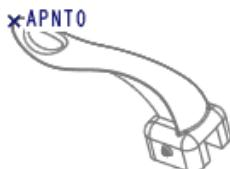

图 6.7 基准点 APNT0
Step2. 创建图 6.7 所示的基准点 APNT0。
- (1) 单击 **模具** 功能选项卡 **基准** ▾ 区域中的“创建基准点”按钮 ，系统弹出“基准点”对话框。
- (2) 按住 Ctrl 键，在模型中选取 Step1 创建的轮廓曲线和 MOLD_RIGHT 基准平面为参考。
- (3) 单击对话框中的 **确定** 按钮。